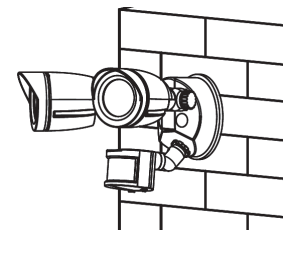

Fig. 6B
7. Turn on the luminaire (Fig. 6B).
7. Mettre sous tension le luminaire (Fig. 6B).